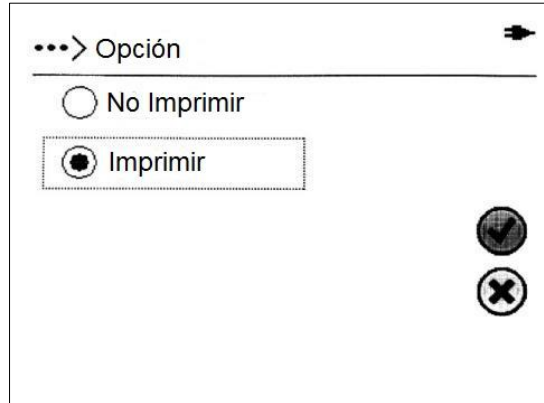

Fig 18
- Seleccione “Opción”, hay opciones de “No Imprimir” y “Imprimir”, cuando “Imprimir” está seleccionado, la impresora imprimirá el informe automáticamente después de cada prueba, luego hacer clic en  para guardar o en  para abandonar los cambios (Ref. Fig 18).